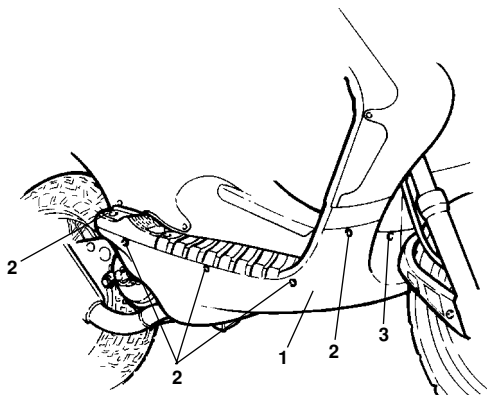

Fig. 21
Per liberare e rimuovere il puntone (1 - Fig. 21) occorre svitare le viti (2) da ambo i lati del veicolo e la vite centrale (3).
- For removing the lower side panels (1 - Fig. 21) You have to remove the screws (2) from each side of the scooter and the central screw (3).